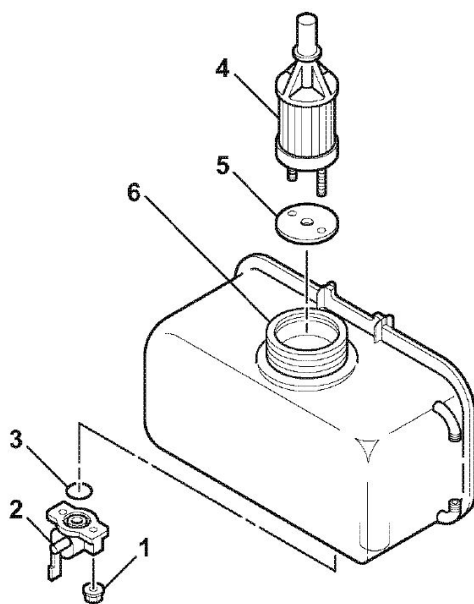

Abb. 8-7: Kraftstoffauslassfilter wechseln
- Lösen Sie die Muttern des Kraftstoffhahns (1, Abb. 8-7) auf beiden Seiten des Kraftstoffhahns (2, Abb. 8-7).
- Ziehen Sie den Kraftstoffauslassfilter (4, Abb. 8-7) und die Dichtung (5, Abb. 8-7) aus dem Kraftstoffanfüllstutzen (6, Abb. 8-7) heraus.
- Setzen Sie einen neuen Kraftstoffauslassfilter (4, Abb. 8-7) und die Dichtung (5, Abb. 8-7) durch den Einfüllstutzen (6, Abb. 8-7) in den Kraftstofftank ein.
- ➔ Bringen Sie einen neuen O-Ring (3, Abb. 8-7) am Kraftstoffhahn (2, Abb. 8-7) an und befestigen Sie die Baugruppe mit den Kraftstoffhahnmutter (1, Abb. 8-7) am Kraftstofftank.